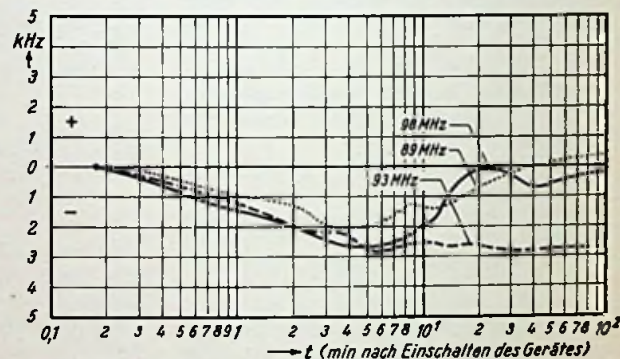

Bild 8. Frequenzgang des UKW-Oszillators bei drei verschiedenen Frequenzen
Bei kapazitiver Abstimmung können im letzten Stadium mit Hilfe von Serien- und Parallelkapazitäten zwei Stellen des Empfangsbereiches kompensiert werden. Nimmt man an, daß der Drehkondensator bei allen Drehwinkeln den gleichen Temperaturkoeffizienten besitzt, dann läßt sich ein gegensinniger Einfluß herbeiführen: Positiver Frequenzgang am unteren und negativer Frequenzgang am oberen Ende. In der Bereichsmittle heben sich beide Einflüsse auf. Bild 8 zeigt als Beispiel den temperaturbedingten Frequenzgang bei den Siemens-Empfängern des Jahres 1955/56 als Funktion der Betriebszeit für drei verschiedene Frequenzen Die insgesamt noch auftretenden Abweichungen sind auch bei sehr schmalbandigen Zf-Filtern belanglos.
- c) In der  $\pi$ -Form können sehr leicht innere und äußere Leitwerte auf der Eingangs- wie auch Ausgangsseite zusammengefaßt (Bild 8 a, b) werden. Zieht man z. B. wie in Bild 8 b